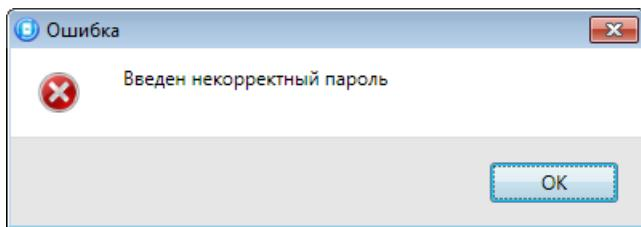

Рис. 9.6. Сообщение об ошибке
**Внимание!** Для регистрации кода или электронного ключа необходимо, чтобы соответствующий способ постановки/снятия (например, Электронный ключ или Клавиатура Мираж-КД) был предварительно выбран на вкладке *Параметры* в раскрывающемся списке *Способ управления постановкой/снятием*. противном случае ввод не будет принят и появится сообщение об ошибке (Рис. 9.6).